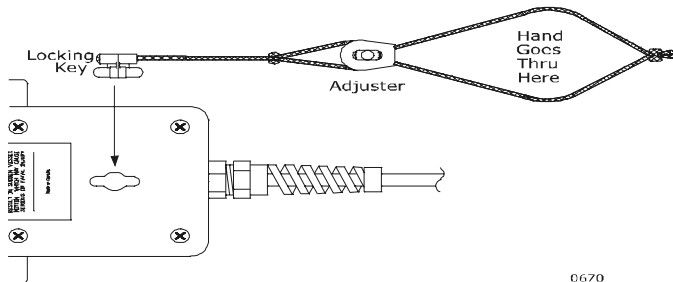

Abbildung 4: Sicherheitsreep
Das Handgerät ist mit einem Sicherheitsreep mit **Sperrtaste** ausgestattet. Das Sicherheitsreep muss angebracht sein, damit das Handgerät betriebsbereit ist. Siehe Abbildung 4:.
- C) Vergewissern Sie sich, dass die Kontrollknöpfe am Handgerät vertikal stehen und das Sicherheitsreep angebracht ist (siehe Abbildung 4: auf Seite 10).